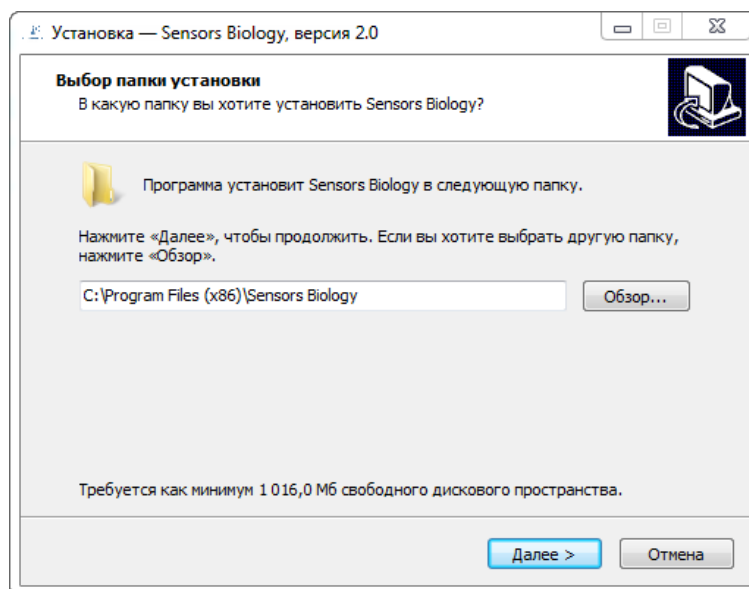

Рисунок 2.2
2.3.3.3 В открывшемся диалоговом окне укажите директорию, в которую необходимо установить программу. По умолчанию будет выбрана директория C:\Program Files (x86)\Sensors Biology\ (рисунок 2.2).